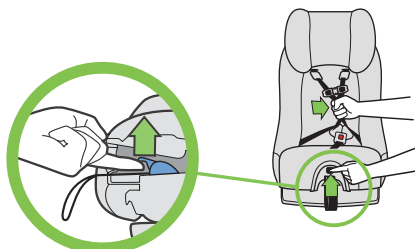

Figure 20
- Tout en soulevant la languette de réglage du harnais, tirez vers l'extérieur sur les sangles du harnais jusqu'à ce qu'elles bloquent, tel qu'illustré dans la **Figure 20**.